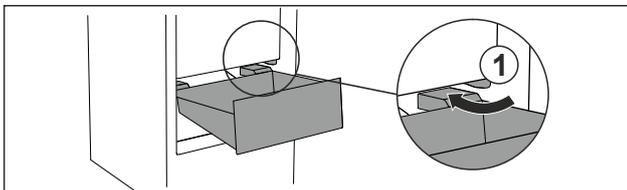

Fig. 92
- ▶ Schubfach schräg um die Stopper Fig. 92 (1) herumführen.